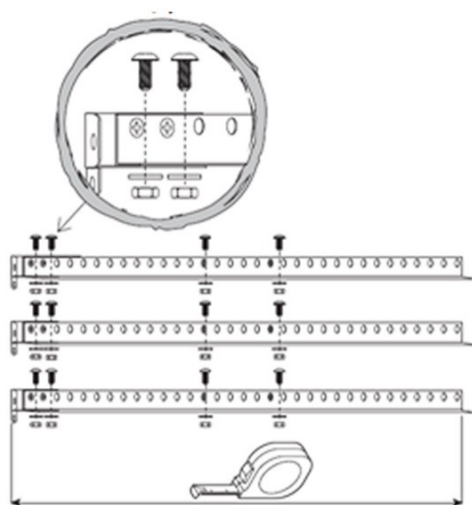

Рисунок 3
5. Рассчитайте длину уголка по рисунку 1. Соединить уголок и кронштейн нужно с помощью 18 винтов M4x10, гайки M4 и шайбы (нахлест уголка должен быть более 100 мм). См. рисунок 3.